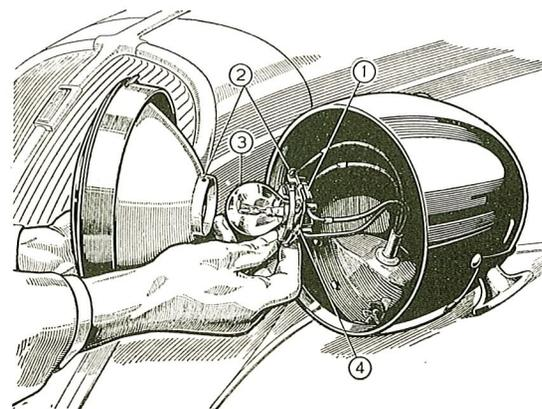

Fig. 74.
Per accedere invece alla lampadina centrale del proiettore occorre dapprima svitare la vite superiore (2) del supporto, quindi spostarlo all'indietro, in modo da poter smontare la lampadina fissata mediante innesto a baionetta (fig. 74).